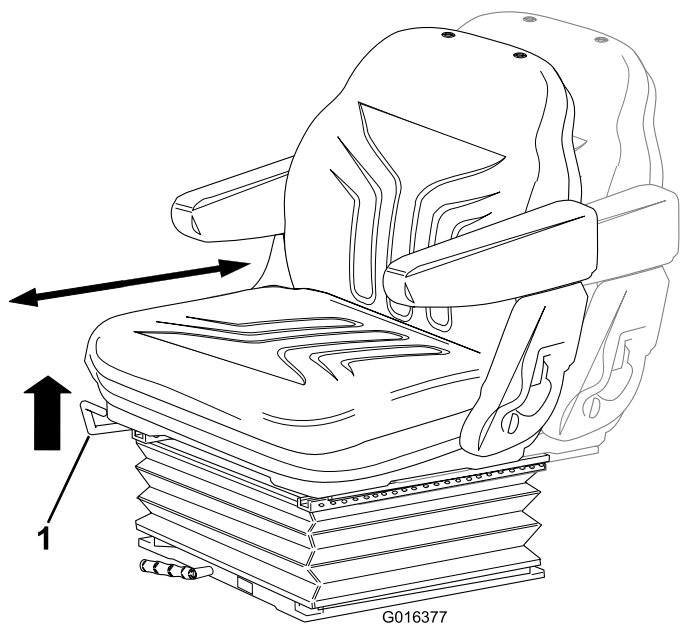

Figura 22
- Mova a alavanca para cima para ajustar a posição longitudinal do banco (Figura 22).